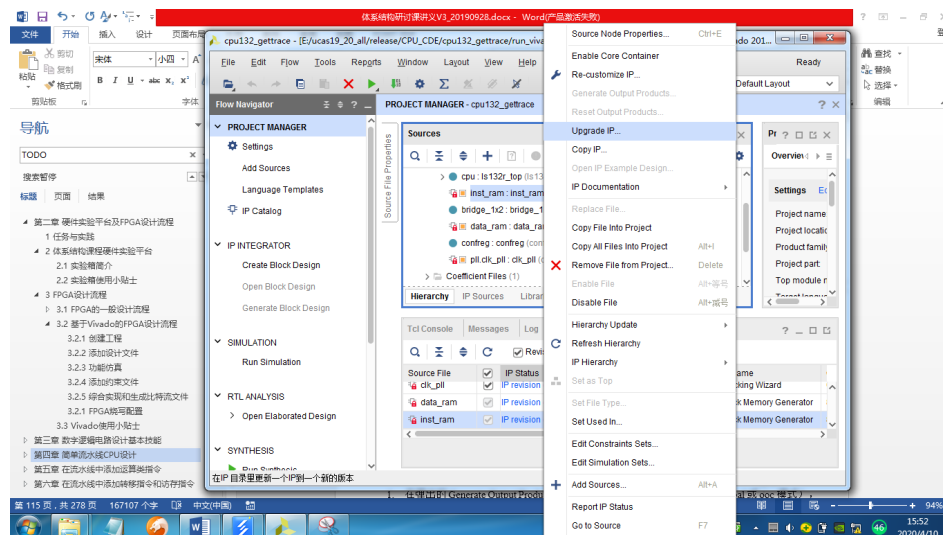

图 8: 右键 IP 核选择 “Upgrade IP...”
(3) 需要对锁住的 IP 核依次进行升级, 才能在此版本 Vivado 里修改这些 IP 核。在 Sources 窗口中找到要升级的 IP, 右键后点击 “Upgrade IP...”, 如图8。